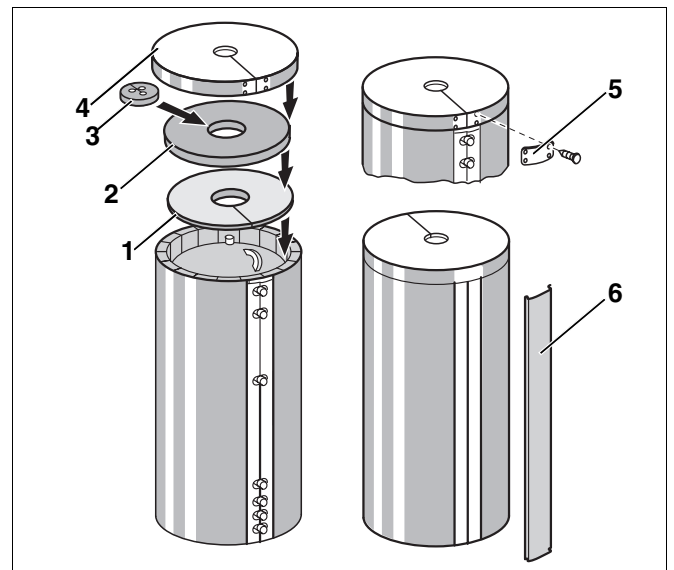

Abb. 10 Montage Wärmeschutz (Prinzipdarstellung)
- Verschlussblende (Abb. 10, **Pos. 6**) an der Vorderseite über die Verschlussleiste der Wärmeschutzmatte drücken.
- Obere Wärmeschutzscheiben (Abb. 10, **Pos. 1** und **2**) so einlegen, dass die Wärmeschutzscheibe mit der höheren Dämmstärke (Abb. 10, **Pos. 2**) mit der Wärmeschutzmatte abschließt.
- Einlegeteil mit Aussparungen (Abb. 10, **Pos. 3**) für Speicheranschlüsse einsetzen.
- Speicherhaube (Abb. 10, **Pos. 4**) über die Wärmeschutzscheibe und den Rand der Wärmeschutzmatte stülpen.